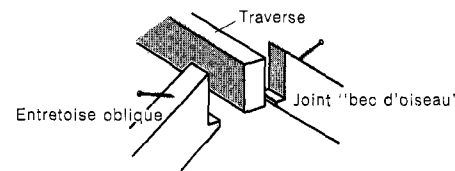

Fig. 2. Découpe en "bec d'oiseau".
les aux faces externes des pieds avec des vis n° 12 à tête plate de 2 1/2". Coupez les entretoises obliques dans du 2 x 4 en faisant des joints "bec d'oiseau" (fig. 2). Vissez-les au milieu des traverses. Coupez les lattes (5) dans du bois de 3/4" x 2". Fixez-les avec des clous de 2" pour qu'elles dépassent le cadre de 1 1/2" à l'avant et de 4" à l'arrière. Espacez les lattes de 1" les unes des autres. Clouez une moulure (6) sur l'avant des lattes. Si vous faites la claie par sections, utilisez du 2 x 4 pour les pieds des joints. Deux pieds boulonnés ensemble forment des pieds de 4 x 4. Vissez les traverses à chaque